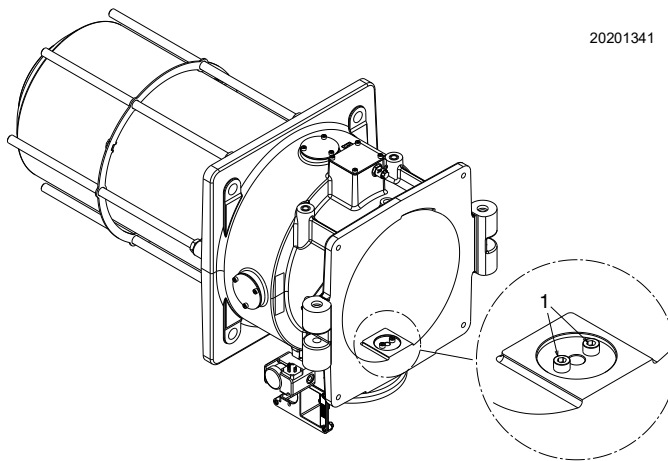

Fig. 22
Le réglage d'usine pour le gaz central est avec les trous de passage suivants (Fig. 22).
- retirer ou ajouter une ou plusieurs vis 1) (Fig. 22) comme suit :